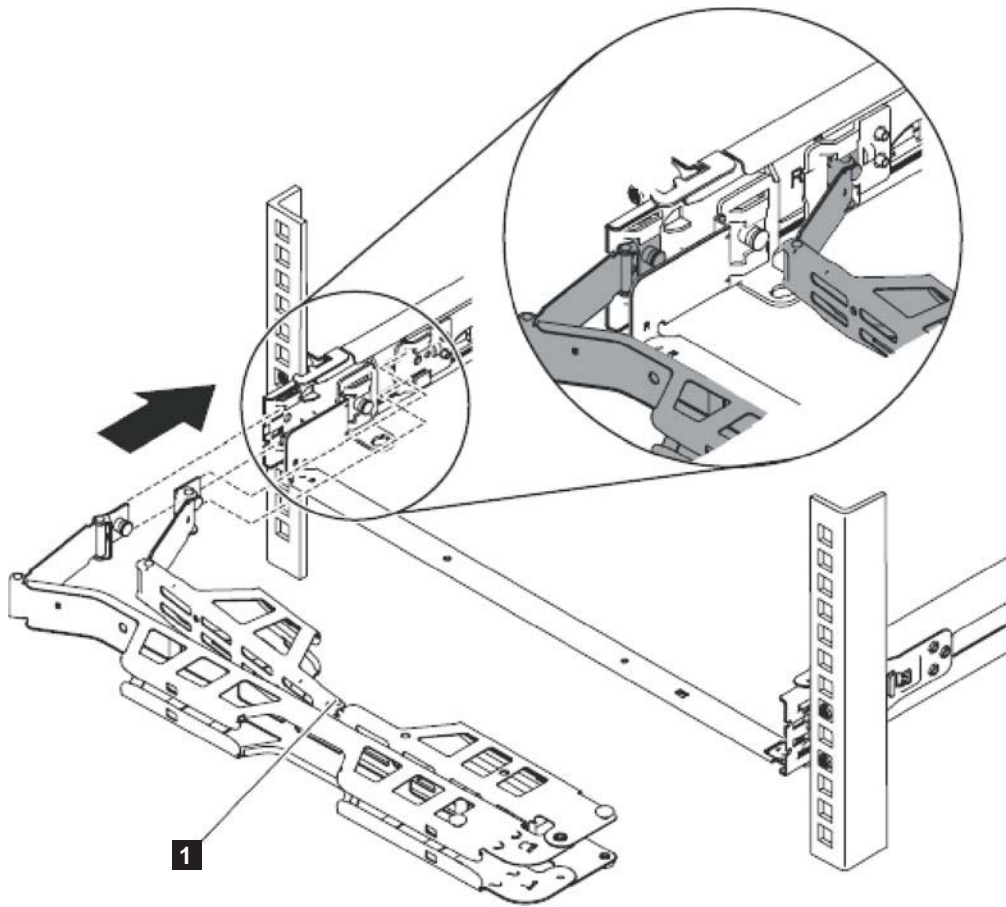

図 15. ケーブル・マネジメント・アームの取り付け
2. 37 ページの図 15 に示されているように、ケーブル・マネジメント・アームを取り付けます。
注: アームの接合部が、図 15 の **1** に示されているように、ノード側を向いていることを確認してください。